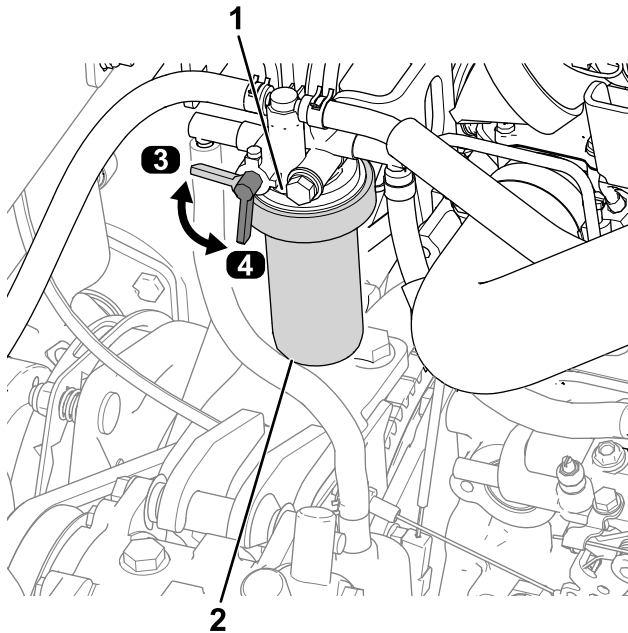

Bild 57
1. Drehen Sie den Kraftstoffhahn in die AUS-Stellung (Bild 57).
2. Reinigen Sie den Bereich um den Kraftstofffilterkopf (Bild 57).
3. Entfernen Sie den Filter und reinigen die Kontaktfläche (Bild 57).
6. Drehen Sie den Kraftstoffhahn in die EIN-Stellung (Bild 57).